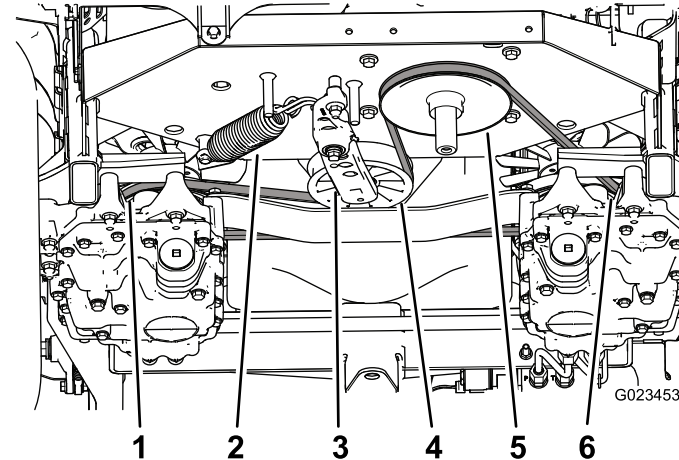

图56
3. 使用张紧臂上的方形孔中的棘轮抵住张紧弹簧 图56并拆下张紧轮上的皮带。
4. 解开张紧臂和机架上的张紧弹簧 (图56)。